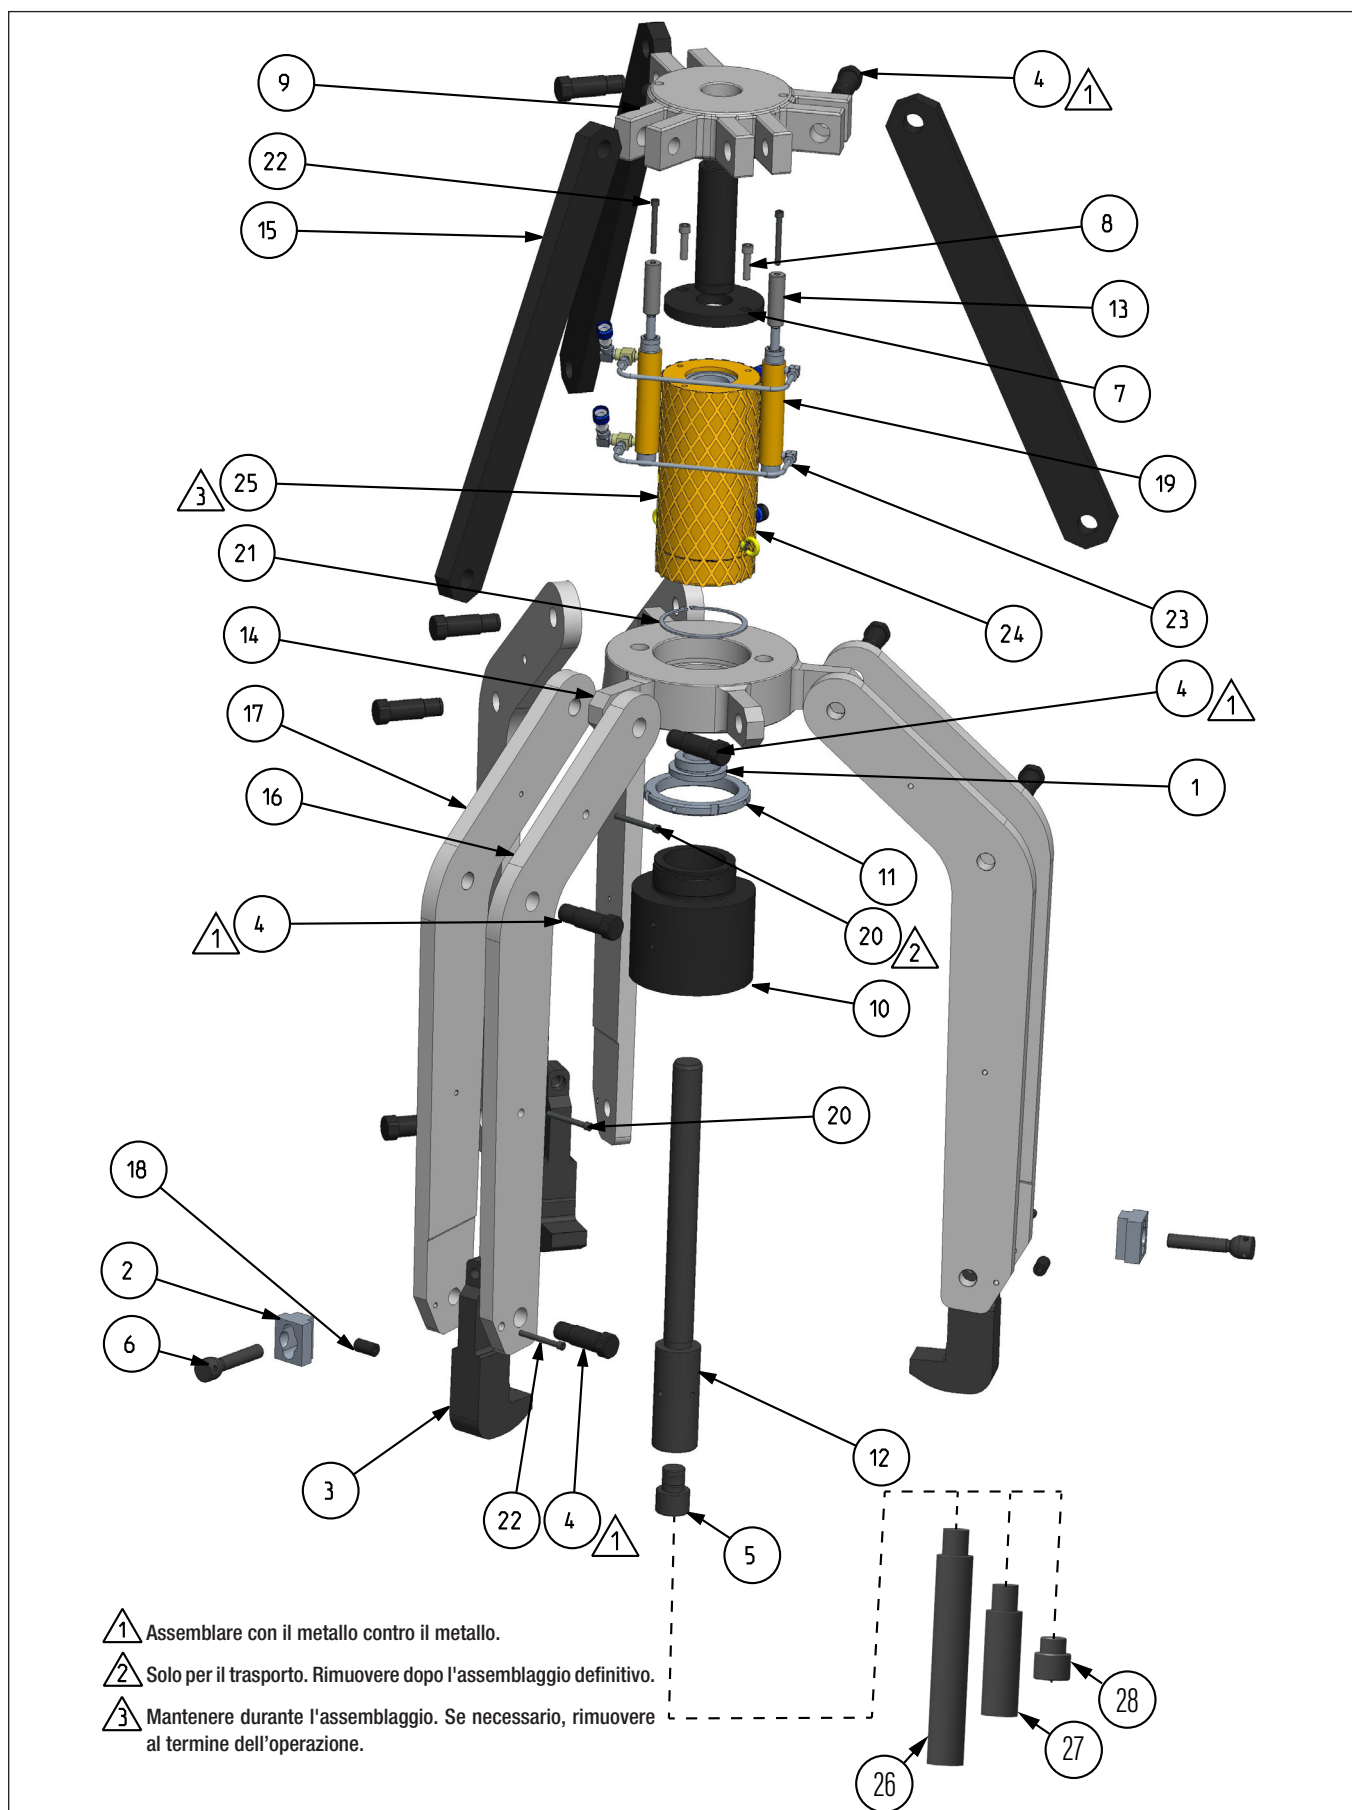

Figura 20: Vista esplosa – Estrattore idraulico
9.2.1 Tabella delle parti dell'estrattore idraulico LGH3100 (Figura 20)